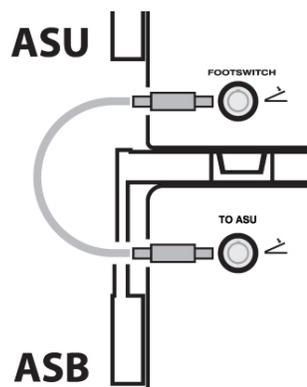

Figura 5: Connessione del cavo di interfaccia dell'interruttore a pedale (pannelli posteriori ASU/ASB)
4. Collegare il cavo di interfaccia dell'interruttore a pedale (A001466) tra le prese dell'interruttore a pedale (9) sui pannelli posteriori dell'ASU e dell'ASB fino a quando non si sente un clic (fare riferimento alla **Figura 5**).